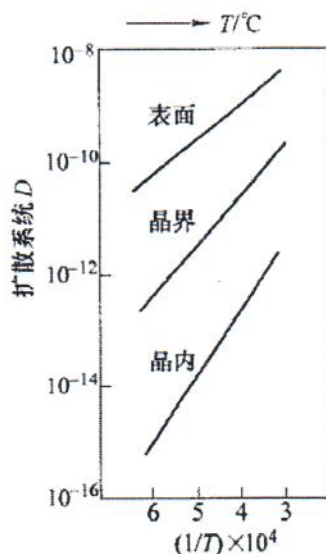

图 10-3 第六题第 2 小题图
2. 图 10-3 为测出的钚在不同温度及以不同方式扩散时扩散系数与温度的关系, 从该实验数据图中能得出哪些信息?